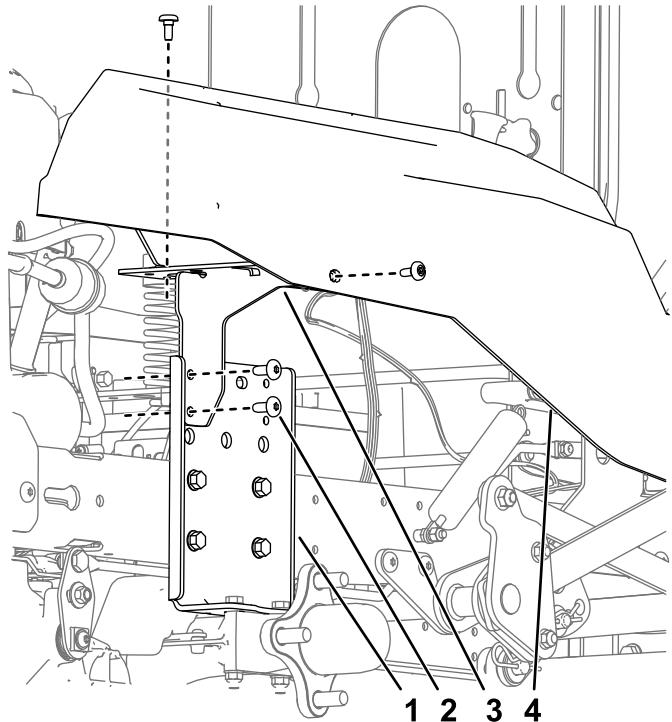

Bild 3
8. Nehmen Sie Verkleidungshalterungen von der Maschine ab (Bild 3).